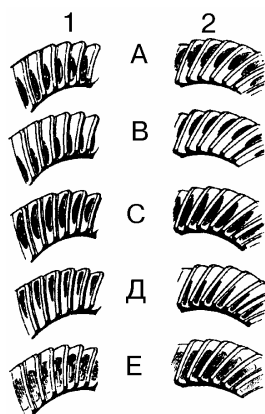

Рис.21.
6.17 Проверить пятно контакта в зацеплении шестерен главной передачи, рис.21: